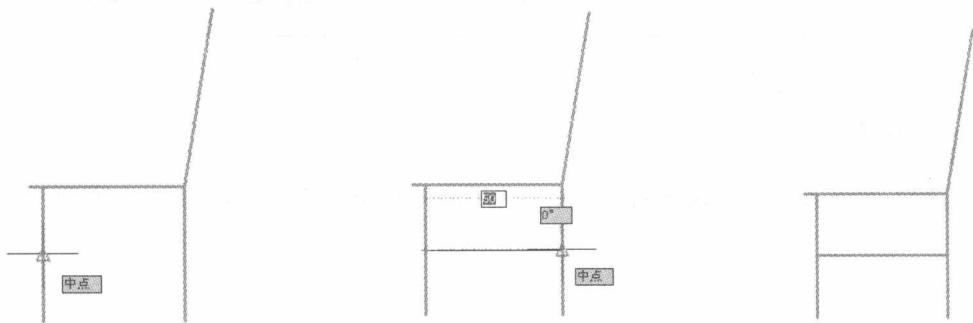

图 1-16 通过捕捉指定直线的第一点 图 1-17 通过捕捉指定直线的第二点 图 1-18 绘制好的椅子侧面图
(1) 启用【直线】命令，在系统提示指定第一点: 时捕捉并单击直线 AF 的中点，如图 1-16 所示。